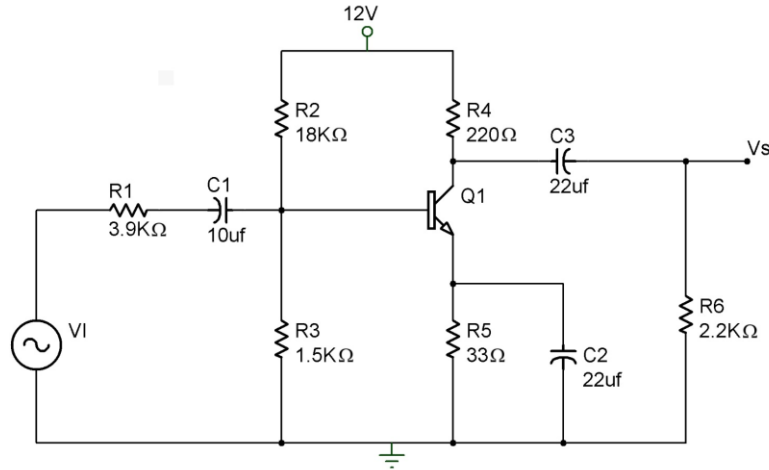

Figura 9.1
2. Desarrollar el análisis teórico de la Figura 9.1, mismo que deberá ser entregado al profesor del laboratorio al inicio de éste.
3. Realizar la simulación del circuito de la Figura 9.1.
1. Arme el circuito de la figura 9.1
4. ¿Qué efecto, con respecto a la frecuencia, producen los capacitores de acoplo y desvío del circuito de la Figura 9.1?